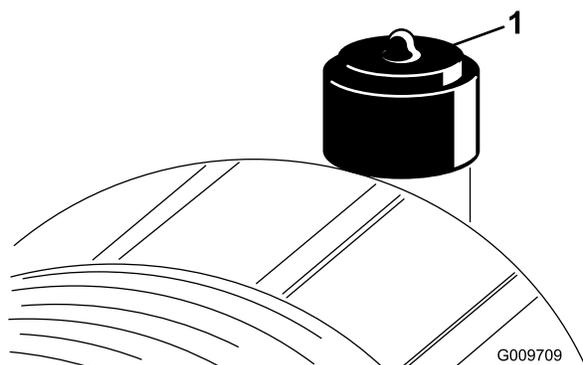

図 54
エアクリーナの整備はインジケータ（図 54）が赤色になってから行ってください。早めに整備を行っても意味がありません。むしろフィルタを外したときにエンジン内部に異物を入れてしまう危険が大きくなります。
- インジケータ（図 54）が赤になっている場合はリセットする。